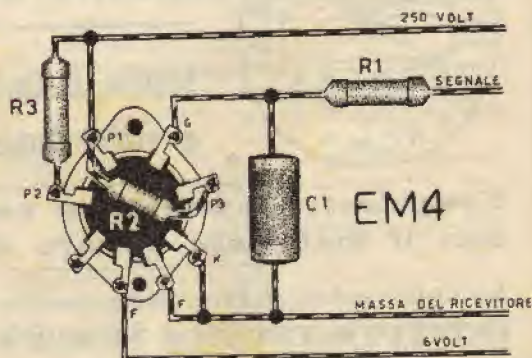

Fig. 4
**Fig. 4. - In modo da ottenere un isolamento completo e definitivo si è tagliato anche un tratto di rotaia centrale che, in eventuali spostamenti, avrebbe potuto entrare in contatto col tronco portante l'energia elettrica.**